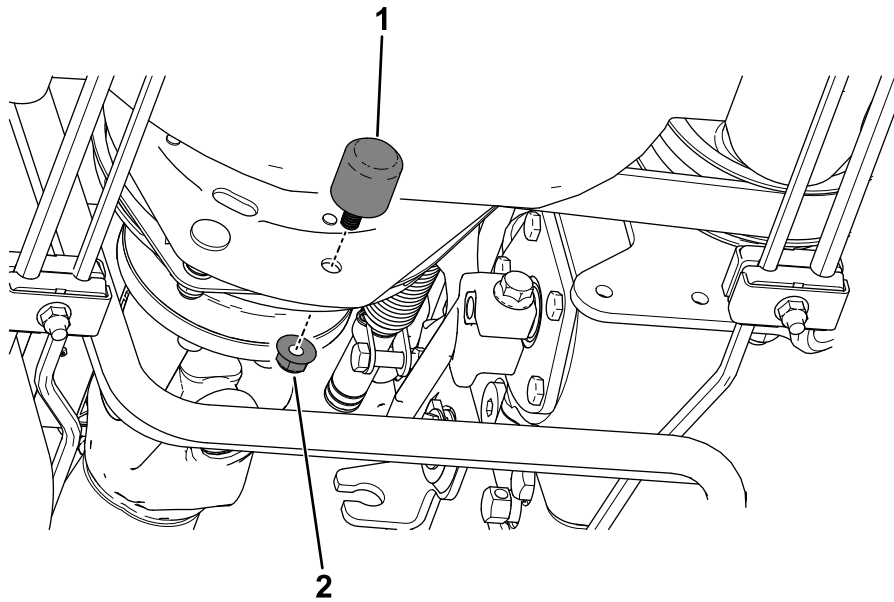

Figure 2
1. Fixez la butée sur l'embrayage (Figure 2).